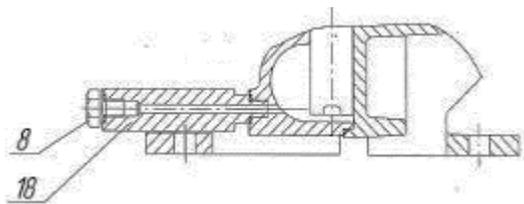

Рис. 9 Отверстие технологическое с пробкой 8.
- Отвинтить пробку 8 (Рис. 9) и слить масло консервационное К-17 ГОСТ 10877-76;
- 6.2 Насос или агрегат поставляются только в собранном виде и не требуют разборки при монтаже. Порядок расконсервации: залить в насос через воронку с сеткой 2-3 литра бензина и провернуть вручную несколько раз вал насоса. Отвинтить пробку 8 (Рис. 9) и слить бензин. Пробку 8 установить на штатное место. Если в перекачиваемую жидкость попадание масла К-17 допускается, то расконсервацию допускается не проводить.